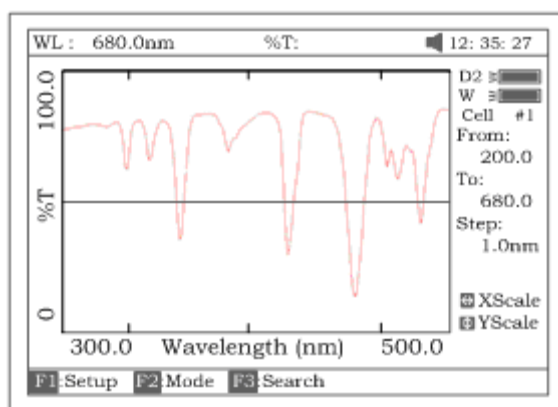

Рис. 48
- Нажмите **[ВВОД]** , чтобы подтвердить сделанные изменения. После подтверждения изменений прибор вычертит спектр заново (рис.48)
- Нажмите клавишу [**СОХРАНИТЬ**]. *Примечание: загрузку или сохранение спектра нужно выполнять в главном рабочем окне режима сканирования (рис.48). Из режима поиска значений вы можете вернуться на требуемое окно с помощью клавиши [ОТМЕНА].*